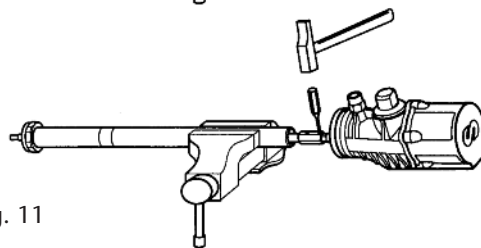

Fig. 11
5. Remove the pin (25) situated in the upper part of the union nut (fig. 11) and unscrew the air motor body from the suction tube assembly.
5. Extraer el pasador (25) situado en la parte superior de la tuerca de conexión (fig. 11) y desenroscar el cuerpo del tubo de aspiración .
5. Sortir la goupille (25) située au niveau de la partie supérieure de l'écrou prolongateur (voir fig. 11) et séparer le corps du tube d'aspiration .
5. Den Stift (25) am oberen Teil der Verbindungsmutter entfernen (Bild 11). Den Körper vom Saugrohr trennen.